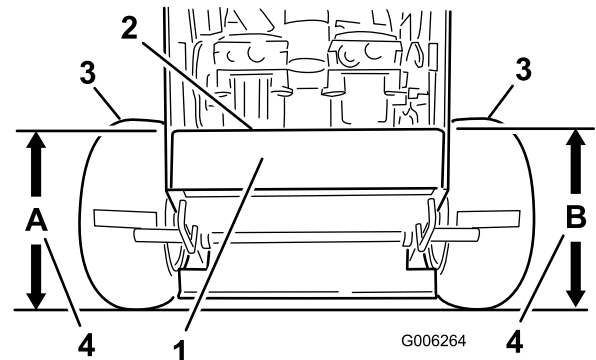

Figure 67
4. Mesurez la hauteur du plancher moteur au point **A** (Figure 67).
5. Mesurez la hauteur du plancher moteur au point **B** (Figure 67).